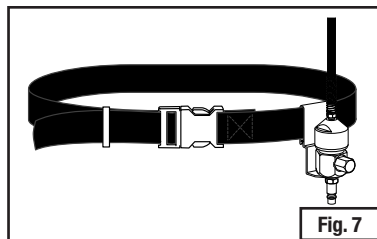

Fig. 7
4. Coloque o clipe de metal do regulador/conector de ar no cinto (Fig. 7).